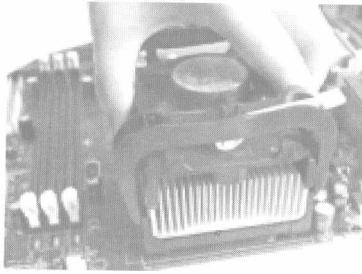
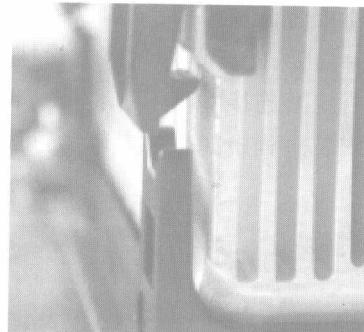

图 1.7 安装 CPU 散热器
图 1.8 未安装到位的散热器
(2) 将P4散热器放到CPU上面,将扣具上的4个挂钩与主板上风扇基座的4个挂孔扣好,如图1.7所示。图1.8是未安装到位的情况。